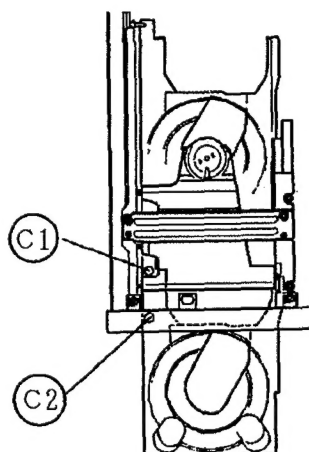

Figura 9
2. Quite los tornillos C1 y C2 que sujetan la bandeja 1. (Consulte la figura 9.)